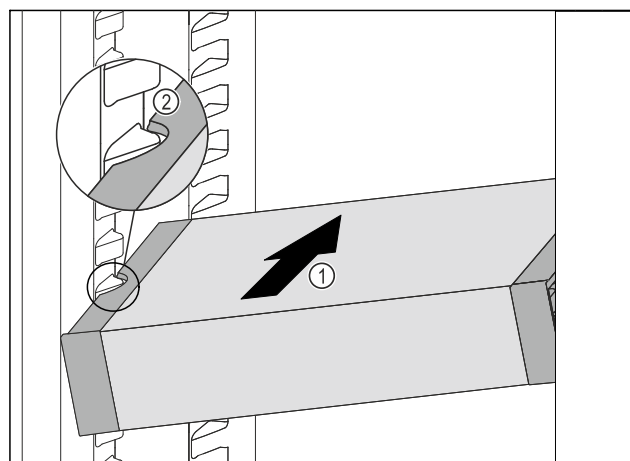

Fig. 107
- Împingeți VarioSafe oblic în frigider Fig. 107 (1), până când degajările laterale Fig. 107 (2) ale VarioSafese află la înălțimea nervurii recipientului din frigider.